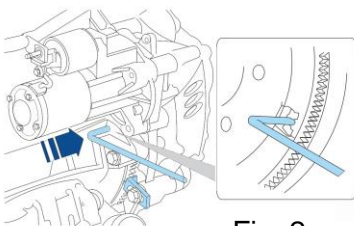
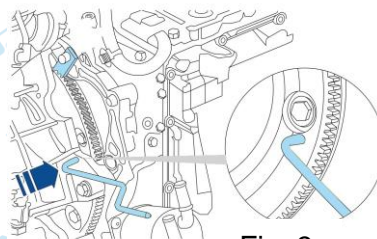

Fig. 2
Fig. 3
- Comprobar que se haya introducido correctamente el pasador de bloqueo del volante (vehículos con cambio de marchas manual, Fig.2; con cambio automático, Fig. 3).